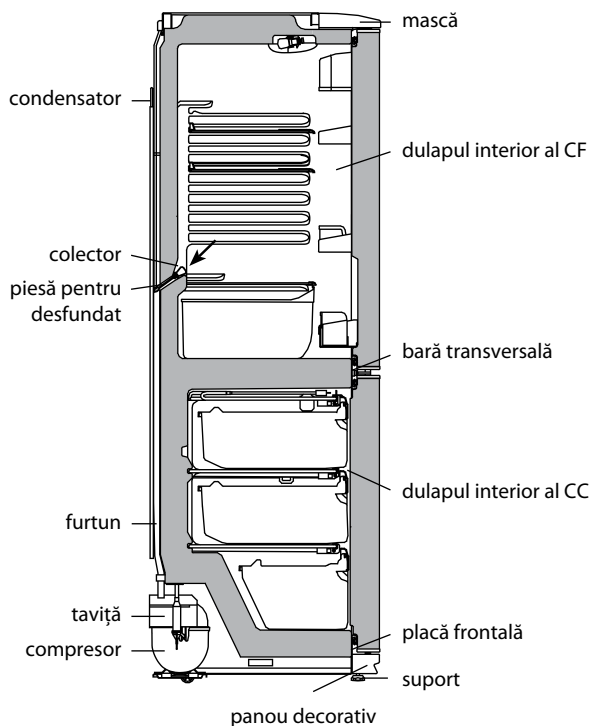

Figura 4 – Schema scurgerii apei rezultate în urma topirii din CF
2.2.1 În CF se folosește un sistem automat de dezghețare. Bruma, care apare pe peretele din spate al CF, după deconectarea compresorului care lucrează în ciclu, se topește și se transformă în picături de apă. Picăturile de apă rezultată în urma topirii se scurg în colector, apoi prin gaura acestuia și prin furtun – în taviță de pe compresor, în conformitate cu figura 4 și se evaporă. Gaura colectorului este dotată cu o piesă pentru prevenirea înfundării sistemului de drenaj.
Prezența apei în colector indică înfundarea sistemului de drenaj. Pentru eliminarea înfundării folosiți piesa corespunzătoare și curățați gaura colectorului, astfel ca apa să se scurgă liber în taviță, apoi spălați piesa și instalați-o în conformitate cu figura 4.
SE INTERZICE să utilizați frigiderul cu sistemul de scurgere înfundat. Apa care a apărut pe fundul CF sau care a ajuns în locul de alăturare a barei transversale și a dulapului interior al CF, în conformitate cu figura 4, poate provoca coroziunea dulapului exterior al frigiderului și elementelor agregatului frigorific, defectarea izolației termice, formarea crăpăturilor dulapului interior și defecțiunea frigiderului.
SE INTERZICE să decongeleți congelatorul fără utilizarea elementului pentru drenare. Apa rezultată în urma topirii care se scurge din camera afară de elementul pentru drenare, pătrunzând în locul de alăturare a plăcii frontale la dulapul interior în conformitate cu figura 4, poate provoca coroziunea dulapului exterior al congelatorului și a elementelor